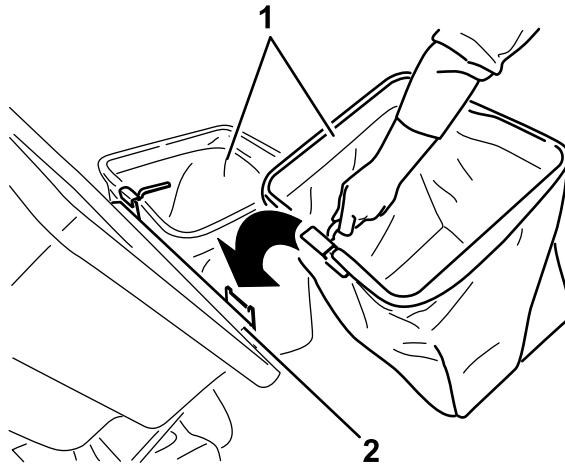

Figure 17
2. Soulevez le couvercle et montez les bacs en accrochant les crochets du cadre sur les pattes de retenue (Figure 17).